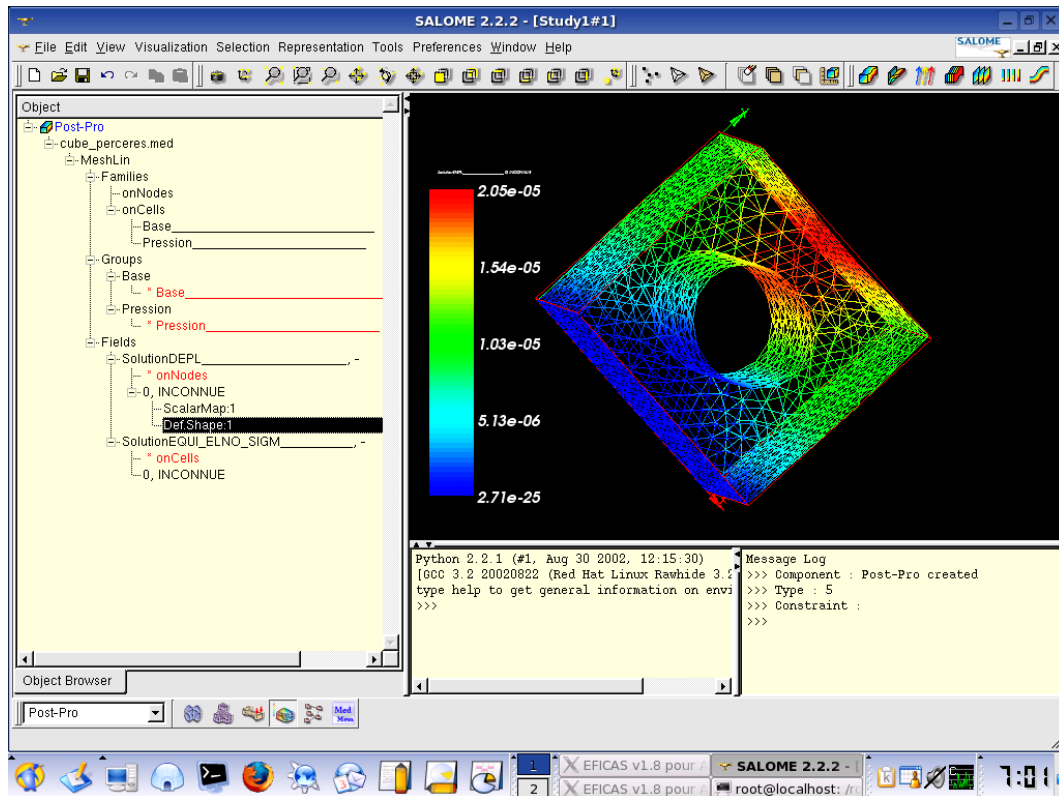

FIG. 11 – Vue déformée
- Cliquez à nouveau sur la ligne 0,INCONNUE et validez Deformed Shape. Cochez Magnitude coloring puis validez. Vous voyez un maillage se superposer approximativement à la figure précédente. Sélectionner alors la nouvelle ligne Def.Shape :1 qui vient d'apparaître et, après un clic droit, sélectionnez Display Only. La vue, semblable à celle de la figure 11 page 12 ne montre plus que le maillage correspondant à la déformation de la pièce. Faites tourner la figure pour bien voir la forme sous charge. Bien entendu cette déformation est exagérée, le facteur d'amplification est apparu brièvement dans l'écran dans lequel nous avons sélectionné Magnitude Coloring.
La pièce que nous venons de construire mesure 2 m d'arête. En fait elle est certainement plus proche de la dimension du palier d'arbre d'hélice du porte-avions Charles de Gaulle que d'une pièce de Mob. J'ai choisi ces dimensions de façon à simplifier un tout petit peu la frappe au clavier en début d'exercice. Il appartiendra bien entendu au lecteur de refaire s'il le souhaite cet exercice avec des dimensions un peu plus ordinaires. La pression uniformément répartie de 1 MégaPa sur une surface de 2*2m représente une charge de 400 tonnes. La figure 11 montre clairement que la déformation maxi est, avec le matériau choisi, de l'ordre de 2e-5 m soit 2 centièmes de mm au centre, la moitié sur les bords.